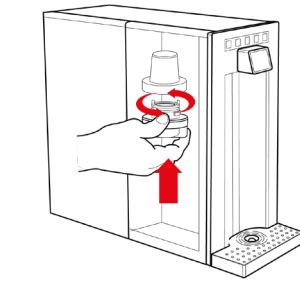

Fig. 1-29
26.6 – Inserire il tappo per sanificazione con il sanificante dentro la testata e avvitarlo fino a raggiungere il punto di blocco, ruotandolo da sinistra verso destra, vedi Fig. 1-29.